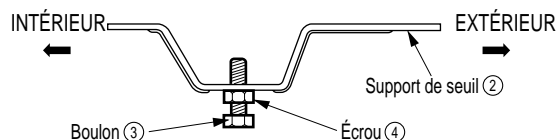

Fig. 3
3. Assemblez le support de seuil ② à l'aide des pièces illustrées dans la fig. 3 mais ne les serrez pas. 3.